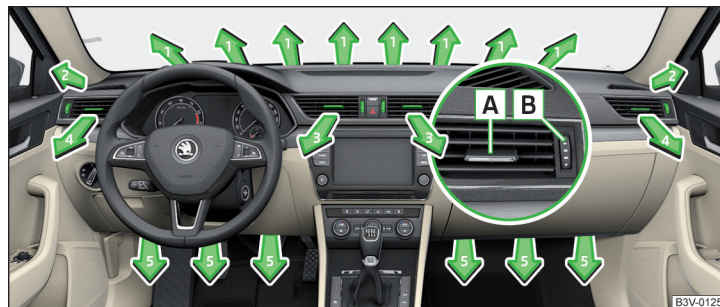
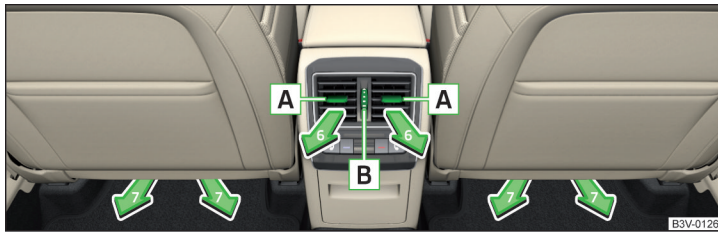

Fig. 155 Fantele de ventilație față
Fig. 156 Fantele de ventilație spate
La fantele de ventilație **3, 4** » fig. 155 și **6** » fig. 156 se poate modifica direcția curentului de aer, iar duzele se pot închide și deschide și individual.
- ▶ Pentru a modifica direcția pe înălțime a curentului de aer, deplasați lamele orizontale cu ajutorul elementului de reglare deplasabil **A** » fig. 155, respectiv » fig. 156 spre în sus sau în jos.
- ▶ Pentru a modifica direcția laterală a curentului de aer, deplasați lamele verticale cu ajutorul elementului de reglare deplasabil **A** » fig. 155, respectiv » fig. 156 spre stânga sau spre dreapta.
- ▶ Rotiți regulatorul **B** » fig. 155 resp. » fig. 156 în sus.
- ▶ Rotiți regulatorul **B** » fig. 155 resp. » fig. 156 în jos.
Setarea direcției fantei de ventilație	Fante de ventilație active » fig. 155 și » fig. 156